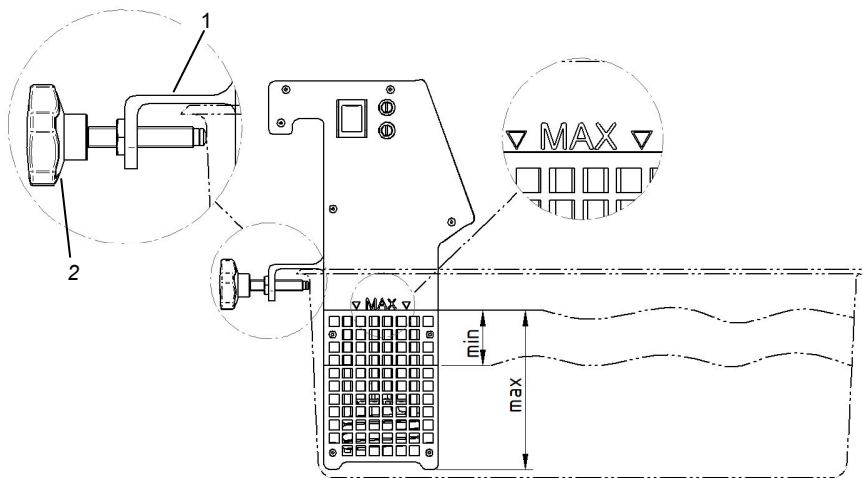
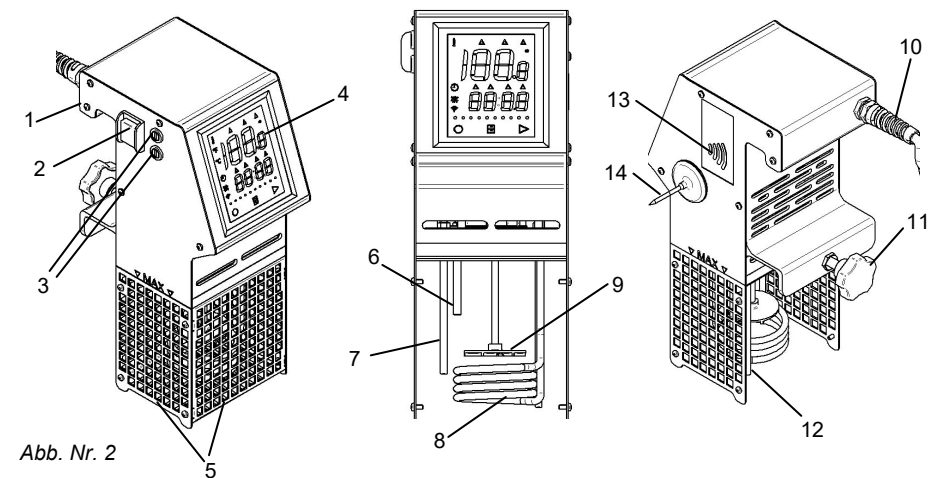

Abb. Nr. 5
Abb. Nr. 2
Den Beutel mit der Kernsonde (*Bez. 14, Abb. Nr. 2*) an das NFC-Lesegerät, das auf der Seite des Geräts angebracht ist, annähern (*Bez. 13, Abb. Nr. 2*). An diesem Punkt werden am Display Linien angezeigt und die Meldung Nfc weist uns darauf hin, dass das Gerät mit der Kernsonde kommuniziert.
ACHTUNG: Bedienungsanweisungen aufmerksam beachten und den **max. Wasserstand**, der auf den Seiten des Gerätes markiert ist, nicht übersteigen (siehe Abb. Nr. 5). Beim Befüllen und beim Einlegen der Beutel darauf achten, dass keine Spritzer entstehen.
- **Schutz des Heizwiderstands (s. 5 Abb. Nr. 2):** unterbindet die Kontaktmöglichkeit mit Heizwiderstand und Rührvorrichtung. Ein Kontakt könnte zu ernsthaften Verletzungen des Bedieners führen.
- **Automatische Schutzvorrichtung bei trockener Nutzung (s. 6 Abb. Nr. 2):** Liegt der Wasserstand unterhalb des zulässigen Minimums (s. Abb. Nr. 5), wird das Gerät abgeschaltet und im Display erscheint die Fehlermeldung (H2O Low).
- **Die Abschaltvorrichtung (s. 7 und 12 Abb. Nr. 2):** Wenn die Temperaturfühler nicht dieselbe Temperatur aufgrund einer Störung an einem der beiden Fühler messen, wird das Gerät abgeschaltet und im Display erscheint die Fehlermeldung (PROB).